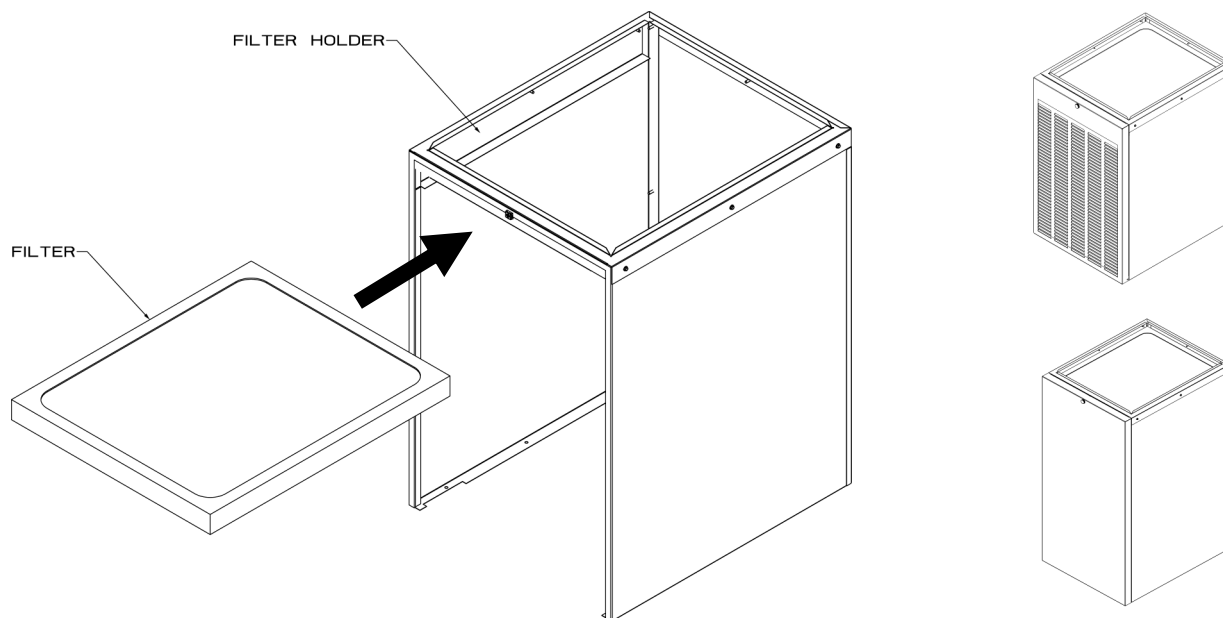

FIGURE 3 : POSITIONNEMENT DU FILTRE EN MHCDLO23 / MHCDLO30 / MHCDLO40 / MHCDLO23 / MHCDLO30
3. Placer le panneau supérieur du sol à l'envers, placer le panneau latéral gauche et le support du filtre contre le panneau supérieur et installer les trois (3) vis.
4. Placer le panneau latéral droit et le support du filtre contre le panneau supérieur et installer les trois (3) vis.
5. Retourner l'ensemble armoire de serpentín, placer le panneau arrière contre lui et installer les sept (7) vis.
6. Fixer la barre de fixation avant contre le panneau supérieur et l'installer par le haut avec (2) vis.
8. Insérer le filtre sur le support du filtre comme illustré à la Figure 3.